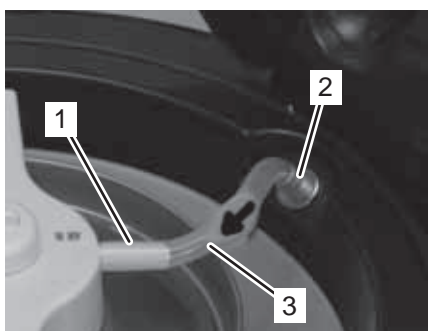

Fig. 19
18. Posez le fût réservoir dans la chambre de réfrigération pour que l'alimentation en air « Air In » (Fig. 19/1) de l'adaptateur de fût soit orientée vers l'arrière.
19. Reliez maintenant l'alimentation en air « Air In » (Fig. 19/1) et celle de l'appareil (Fig. 19/2) avec un tuyau à air (Fig. 19/3). La flèche figurant sur le tuyau à air doit alors être orientée dans la direction de l'alimentation en air « Air In » sur l'adaptateur de fût.